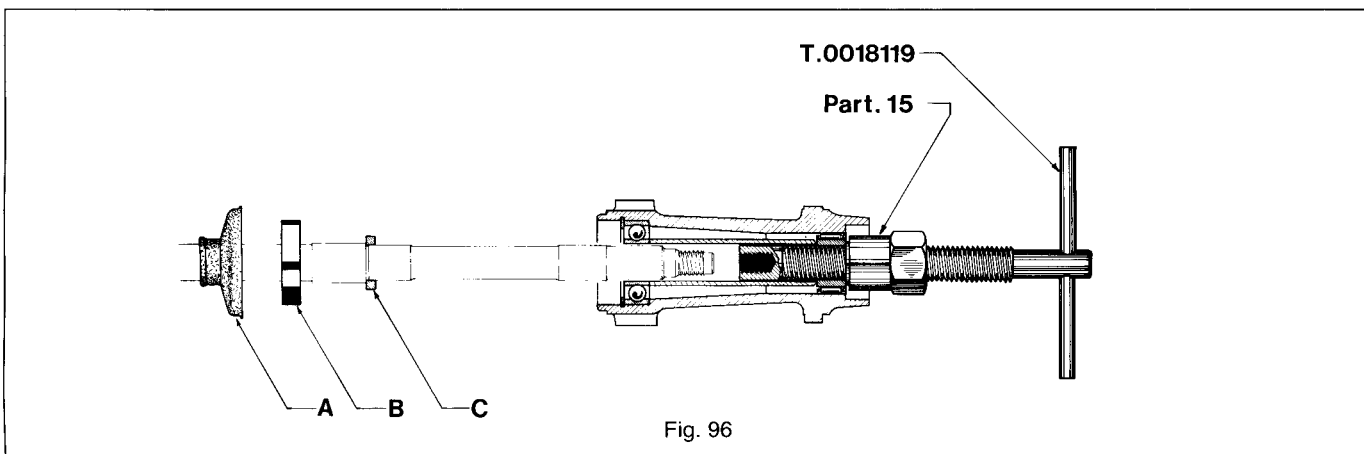

Fig. 96
Fig. 96-97 - **Mozzetto ruota sul semiasse:** predisporre sul semiasse lo scodellino parapolvere «A», l'anello di tenuta «B» e il distanziale «C» (fig. 96) quindi montare il mozzo come di seguito descritto:
3) - Posizionare l'anello di tenuta «B», il parapolvere «A» (fig. 96) e l'anello di tenuta esterno.